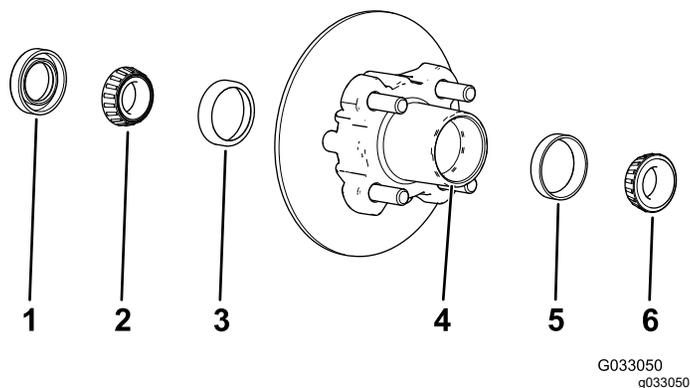

図 26
1. ハブから外側のベアリングとベアリングレースを取る 図 26。
2. ハブから、シール、内側のベアリングを外す 図 26。
5. ハブについているグリス、ごみなどをきれいに取り除く 図 26。
7. キャビティの50-80 %程度にグリスを詰める 図 26。
8. ハブの内側に内側ベアリングを取り付け、シールをはめる 図 26。